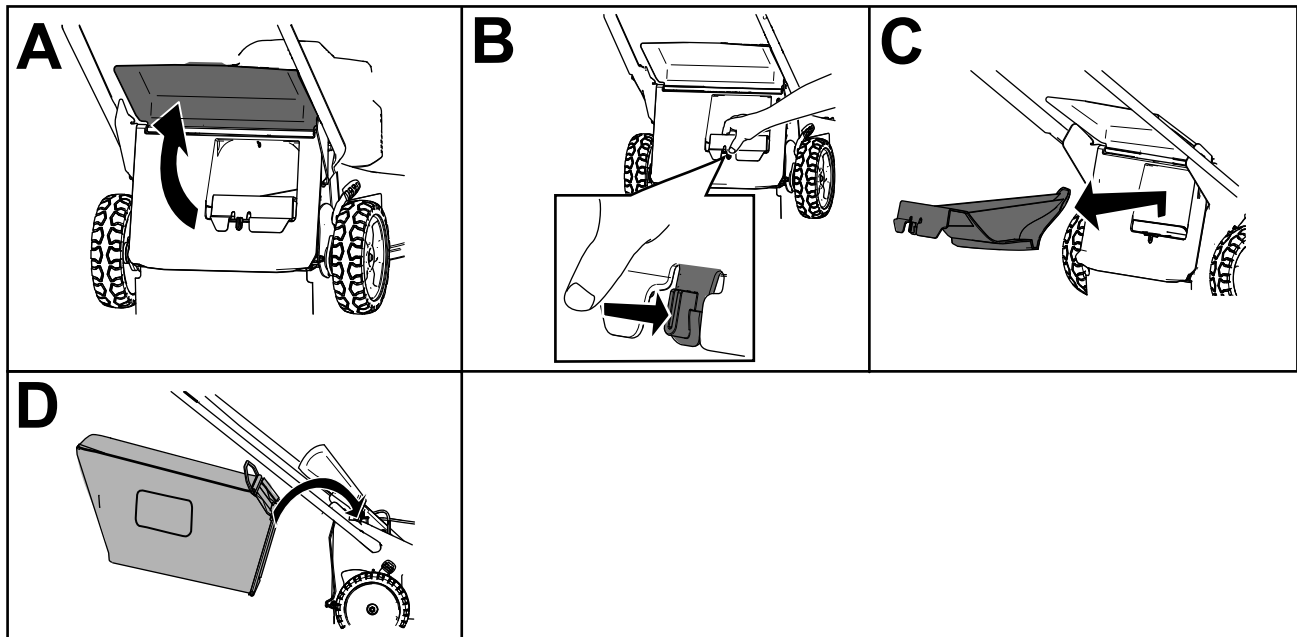

Figura 18
Nota: Para desbloquear el tapón trasero, gire la palanca del tapón a la derecha (Figura 18).
3. Levante y sujete el deflector trasero (Figura 18, A).
4. Retire el tapón de descarga trasera presionando el enganche hacia dentro con el dedo pulgar y extrayendo el tapón de la máquina (Figura 18, B y C).
5. Inserte los extremos de la varilla de la bolsa en las muescas de la base del manillar, y mueva la bolsa hacia adelante y hacia atrás para verificar que los extremos de la varilla están asentados en el fondo de cada muesca (Figura 18, D).
3. Retire la varilla de la bolsa de recogida de las muescas de la base del manillar (Figura 18, A).
4. Instale el tapón de descarga (Figura 18, B).
5. Baje el deflector trasero (Figura 18, C).